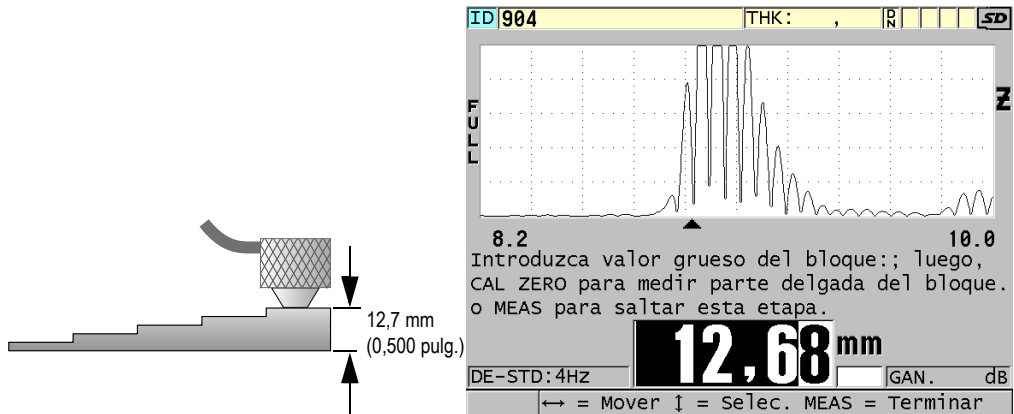

Figura 5-4 Calibración de la velocidad del sonido en un bloque de calibración de 5 espesores
1. Para calibrar la velocidad del sonido en el material (véase la Figura 5-4 en la página 76).